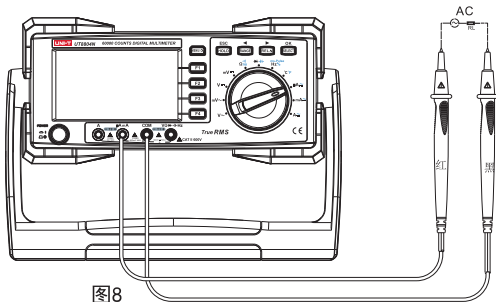

图8
- (1) 将红表笔插入“ μA mA”或“A”插孔，黑表笔插入“COM”插孔。
- (2) 将仪表的旋转开关转到 $\mu\text{A}\approx$ 或 $\text{mA}\approx$ 或 $\text{A}\approx$ ，按SEECT键选择所需测量的直流，如图8. 将仪表表笔串联待测回路中。